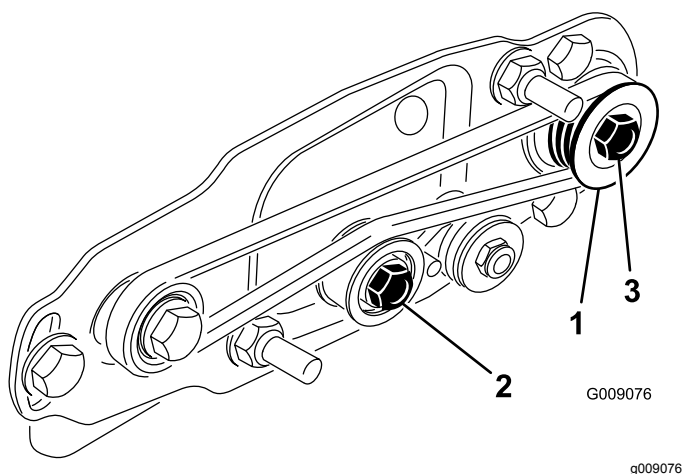
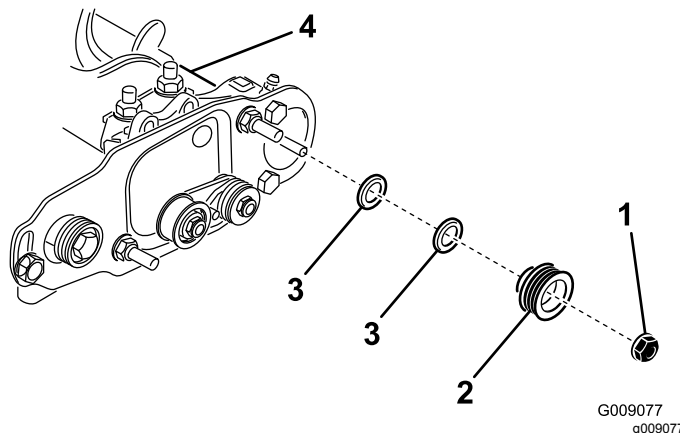

Figura 39
Figura 40
1. La polea arrastrada (en el eje del groomer) puede desplazarse hacia dentro y hacia fuera (Figura 39).
2. Mientras gira del molinete, que hará girar a su vez la polea motriz, haga palanca para retirar la correa de la polea motriz (Figura 39).
3. Retire la contratuerca que sujeta la polea arrastrada al eje del cepillo (Figura 39 o Figura 40).
4. Retire la polea arrastrada del eje (Figura 40).
5. Para desplazar la polea hacia fuera, añada un espaciador de 0,8 mm de grosor (Figura 40). Para desplazar la polea hacia dentro, retire el espaciador existente de 0,8 mm de grosor.